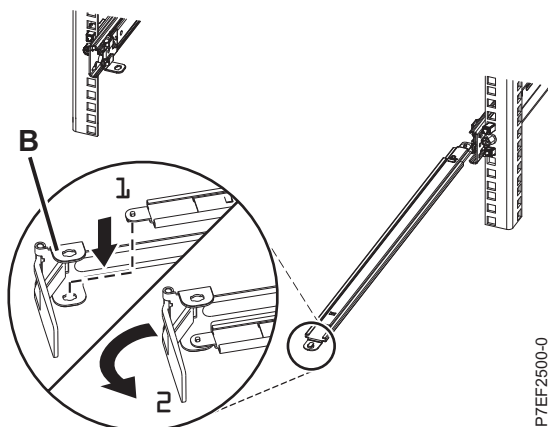

Figura 11. Fixando o Suporte de Parada da Organização de Cabos no Braço do Suporte
3. Localize o orifício no canto da parte interna do suporte de parada de gerenciamento de cabos em forma de L (**B**). Posicione a extremidade não conectada do suporte para organização para que a guia de trava na parte de baixo de sua ponta se alinhe ao orifício do suporte. Insira a aba no orifício (**1**) e gire o suporte (**2**) para prendê-lo ao braço de suporte. Para obter detalhes, consulte Figura 11.